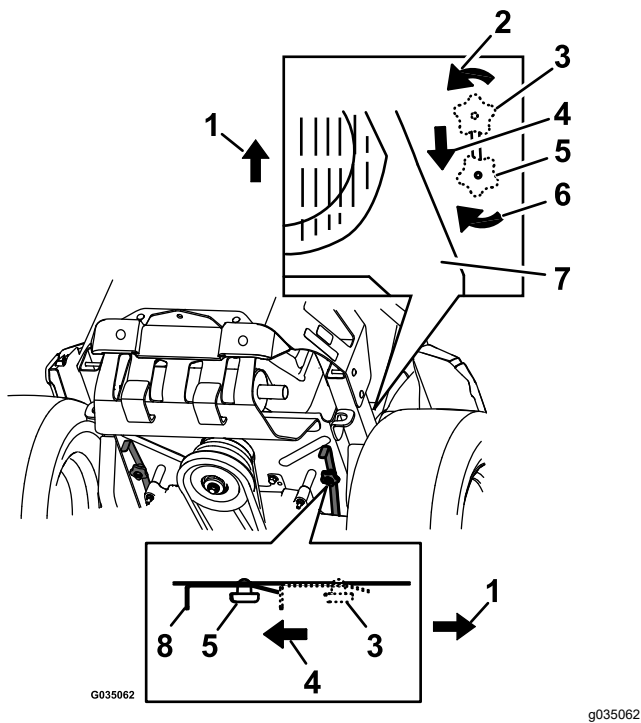

Figure 36
4. Pour pousser la machine, déplacez les deux boutons de dérivation en arrière et bloquez-les en place (Figure 36).
6. Pour faire fonctionner la machine, amenez les boutons de dérivation en position AVANT et verrouillez-les en place (Figure 36).